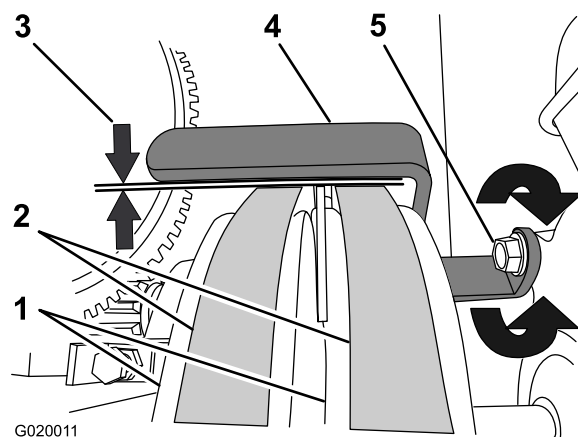

Figure 59
3. Vérifiez que le guide et les courroies sont espacés de 2,5 à 4 mm (3/32 à 5/32 po); voir **Figure 59**.
- A. Desserrez le boulon qui fixe le guide-courroies au moteur (**Figure 59**).
- B. Tournez le guide-courroie vers le haut ou le bas jusqu'à ce que vous obteniez un écartement de 2,5 à 4 mm (3/32 à 5/32 po) entre le guide et chaque courroie (Figure 59).
- C. Resserrez le boulon qui fixe le guide-courroies au moteur (Figure 59).